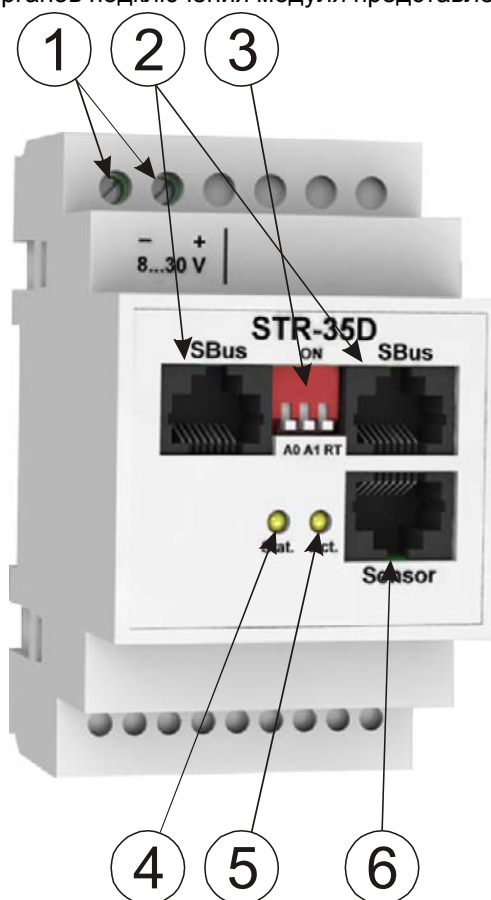

Рисунок 1 – Внешний вид и назначение органов подключения передней панели модуля
4.4 Подключите, при необходимости, терминирующий резистор "RT" модуля к шине SBus включив в положение "ON" соответствующий флажок DIP-переключателя (см. рисунок 1).
4.5 Подключите информационные кабели шины SBus к разъемам SBus модуля (см. рисунок 1) в соответствии со схемой, изображенной на рисунке 2.
4.6 Подключите необходимые цифровые датчики к разъему шины Sensor модуля (см. рисунок 1).
- установите DIP-переключателем **3** (см. рисунок 1) адрес модуля **0x40**, в соответствии с таблицей 3;
- по истечении 30 секунд проконтролируйте по режиму работы индикатора “Stat.” (см. рисунок 1) активность выбранного протокола передачи данных;